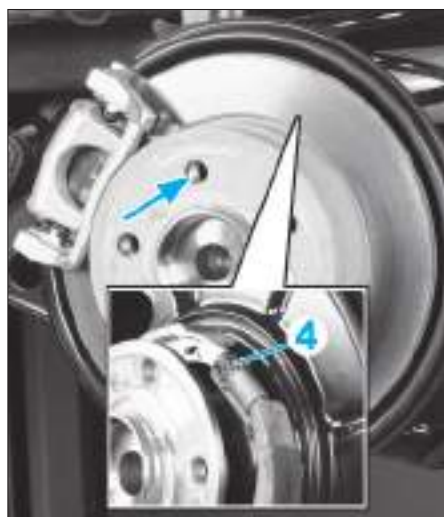
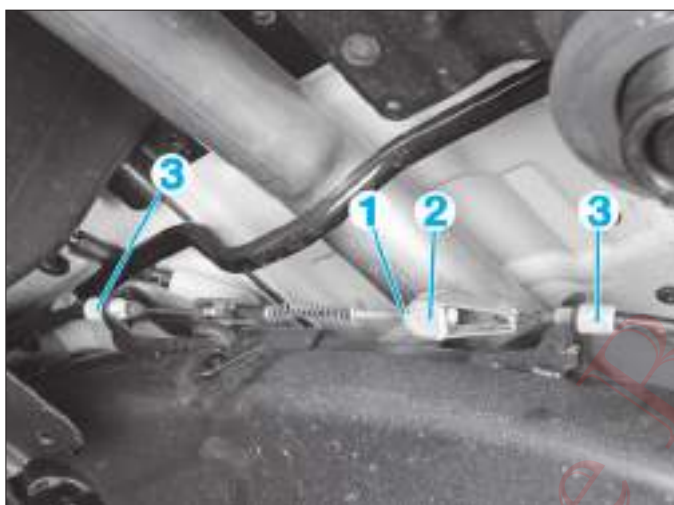

FIG. 27
FIG. 26
- Desserrer le contre-écrou (1) (Fig.26).
- Desserrer le dispositif de rattrapage (2) jusqu'à ce que les câbles (3) puissent être décrochés.
- Avec un tournevis plat adéquat passé à travers le trou de fixation de la roue (flèche), serrer de chaque côté la roue crantée de réglage (4) (Fig.27) jusqu'à ce que les segments viennent frotter contre l'intérieur du disque.